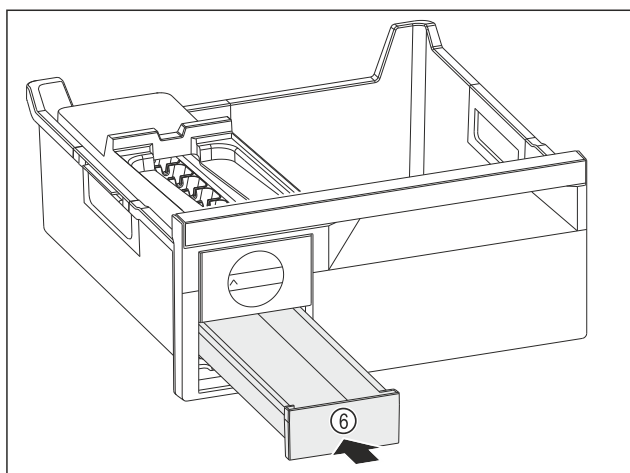

Fig. 149
- Ijsblokjesvak Fig. 149 (6) inschuiven.